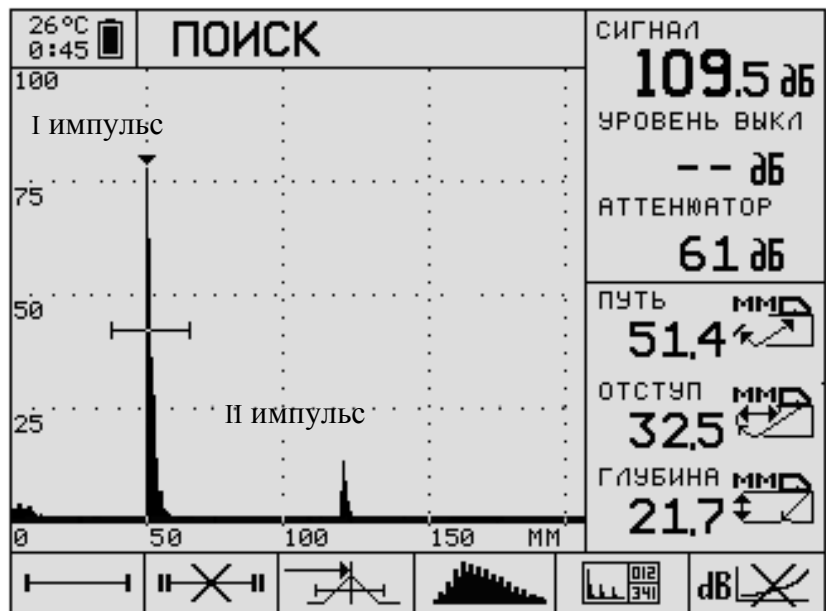

Рисунок 5.10
5.5.8 Подключите ПЭП к дефектоскопу и поставьте его на длинную грань ($l=75\text{мм}$) СОП V2M таким образом, чтобы луч был направлен в сторону цилиндрической поверхности образца радиусом 50 мм, а предполагаемая точка выхода луча ПЭП находилась около риски 0 (Рисунок 5.7). Кнопками **RANGE** и **LEVEL** добейтесь, чтобы на экране дефектоскопа были видны первые два эхосигнала от цилиндрических поверхностей (Рисунок 5.10). Ход лучей при этом отображён на Рисунок 5.11.